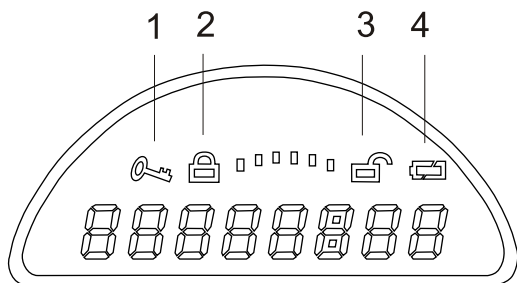

图2
2. 按一下“”键，显示屏会显示“”符号（见图2）；
4. 找到门后电池盒位置，按照图5 指示的方向移开电池盒盖，按下“用户密码设置按钮”，蜂鸣器会发出“哔、哔”二声提示音，提示进入密码修改状态，液晶显示屏上显示“”符号（见图2）；
输入您的密码，液晶显示屏上会显示您所输入的数字（见图2）；
按“”键，液晶显示屏上会显示“”符号（见图2）；